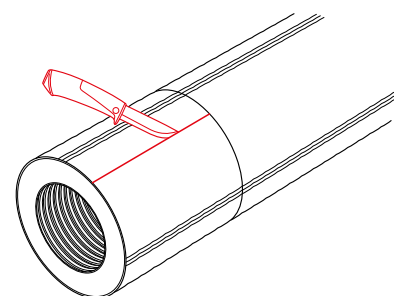

Рис. 4.4.3
3. Ножом или ножовкой разрезать защитную оболочку от поперечного надреза до торца трубы (рис. 4.4.3).